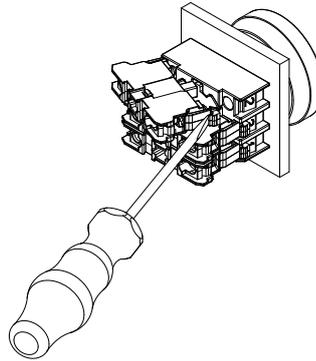

Fig. 3
1. A desmontagem dos elementos de contacto RF é realizada com a ajuda de uma chave de fendas com a largura recomendada de 5.5 mm (ver a fig. 3).